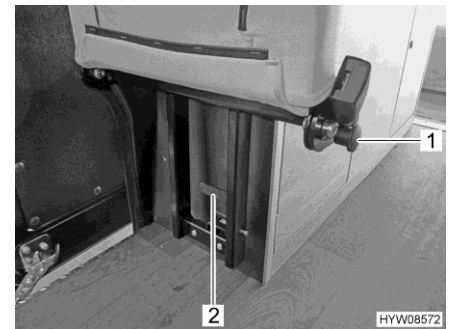

Fig. 11 Sbloccaggio di piano di seduta e telaio del sedile
- Tirare il bottone di sbloccaggio (Fig. 11,1) e ribaltare in avanti il piano di seduta.
- Premere lo sbloccaggio (Fig. 11,2) e sganciare il telaio del sedile.